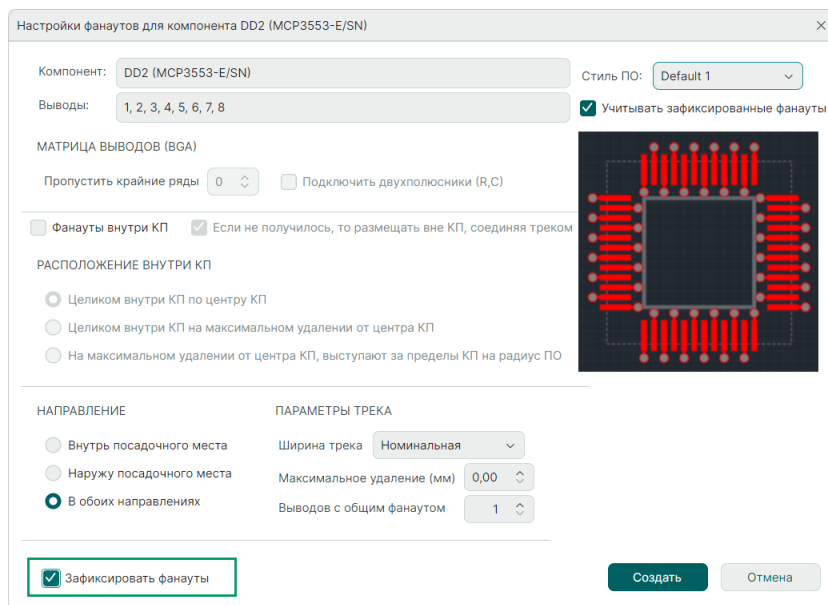

Рис. 305 Установка автоматической фиксации построенных фанаутов
- Автоматическая фиксация построенных фанаутов (поставить флаг в чек-боксе «Зафиксировать фанауты»), см. Рис. 305.